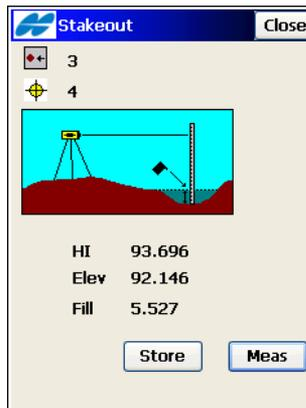

Abbildung 9-54. Absteckung mit Digitalnivellier
4. Tippen Sie im Fenster **Absteckung** auf die Schaltfläche **Mess**, um die Höhe zu messen und einen Auf-/Abwert zu berechnen. Tippen Sie auf **Speich**, um Punktcode, Namen, Photonotiz, Layernamen und Darstellungsparameter festzulegen, die Punktinformationen anzuzeigen und den abgesteckten Punkt zu speichern (Abbildung 9-54 auf Seite 9-45).